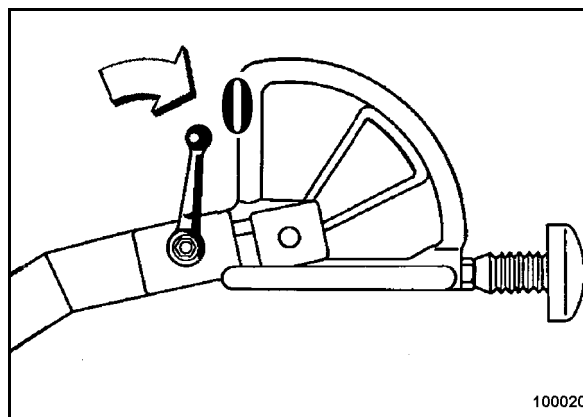

Fig. 27
- Colocar la palanca de vibración (Fig. 27) a posición "0".